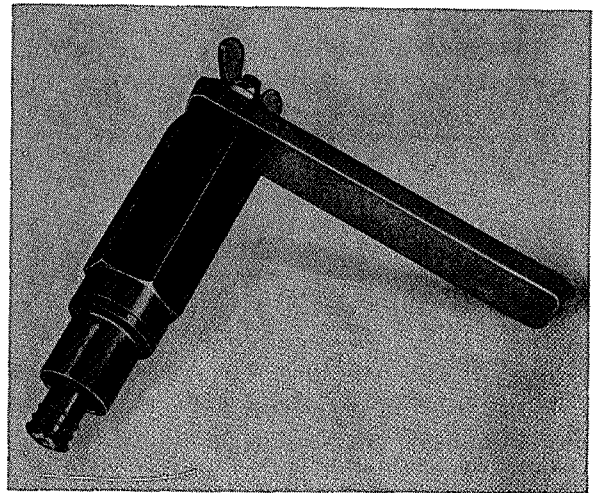

Fig. 3-50. Gereedschap voor demontage van bussen
- Pers, sla of trek de versleten bussen er met een hiertoe geschikt stuk gereedschap uit. Speciale gereedschappen voor de borstelhouder en het eindschild laten Fig. 3-50 en 3-51 zien.